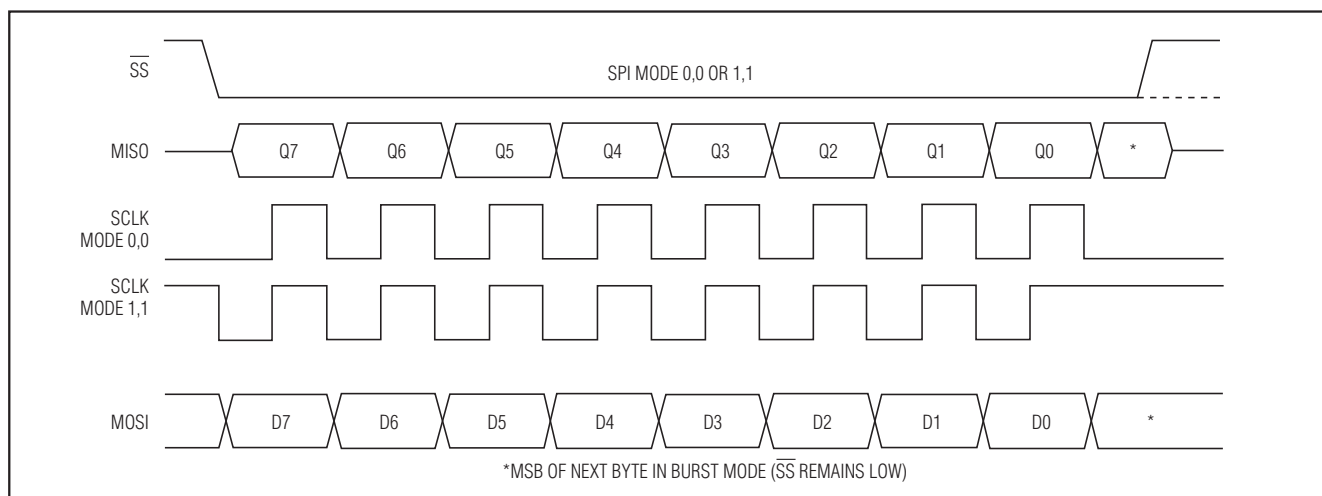

图16. SPI时钟模式
SPI主控制器为MAX3421E提供SCLK信号来驱动SPI接口。对SCLK没有低频限制，最高频率可至26MHz。MAX3421E在SCLK的下降沿改变其输出数据(MISO)，在SCLK的上升沿采样输入数据(MOSI)。当 $\overline{SS}$ 为高时MAX3421E忽略SCLK跳变沿。空闲时的SCLK电平可以为高或低，取决于SPI工作模式(图16)。
MAX3421E的SPI接口可以无需任何调整工作在两种SPI模式下(CPOL = 0、CPHA = 0)或(CPOL = 1、CPHA = 1)。无须通过模式位在这两种模式间进行选择,因为两种模式的时钟有效沿都是上升沿。这两种时钟模式示于图16。注意,两种模式下SCLK的空闲状态电平是不同的。图16所示为全双工模式,数据被同时移入和移出MAX3421E。
- 2) 驱动SCLK至空闲态后, SPI主控制器驱动 $\overline{SS}$ 为低, 选择MAX3421E。MAX3421E打开其MISO输出缓冲器, 并将首个数据位(Q7)放到MISO输出上(图16)。
- 4) 八个时钟周期后, 主控制器可以驱动 $\overline{SS}$ 为高, 取消对MAX3421E的选择, 使其置MISO输出为三态。时钟的下降沿将后续数据字节的MSB放到MISO输出上(图16)。